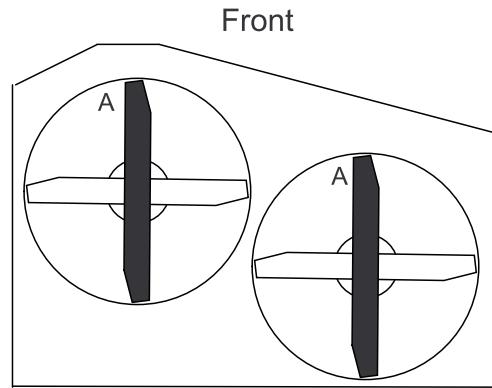

Figura 56
3. Gire las cuchillas hasta que los extremos estén orientados hacia adelante y hacia atrás. Mida desde una superficie nivelada hasta el filo de corte, posición A, de las cuchillas (Figura 55). Anote esta dimensión. Para carcasa de corte de 36 pulgadas, consulte la Figura 56.